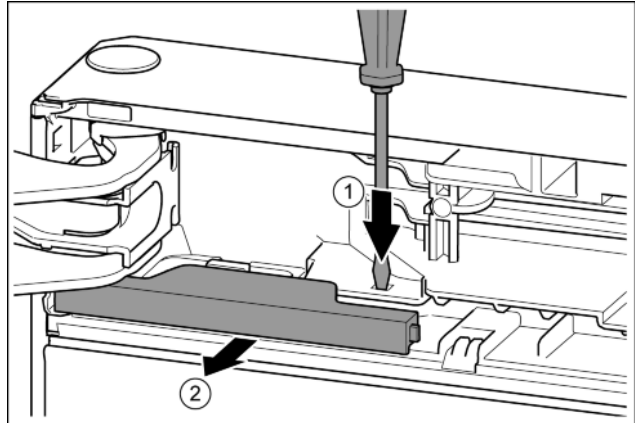

Fig. 11
- ▶ Нажать накладку шлицевой отвёрткой. Fig. 11 (1)
- ▶ Вынуть крышку из зацепления. Fig. 11 (2)